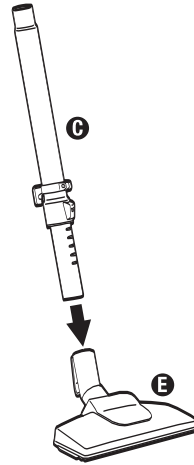

FIG. 3
**Step 3:** Place floor tool **E** on end of wand **C** or **D** (Fig. 3).
- Étape 3 :** Placez le suceur de sol **E** au bout du tube **C** ou **D** (Fig. 3).
- Paso 3:** Coloque el accesorio para pisos **E** en el extremo del tubo **C** o **D** (Fig. 3).